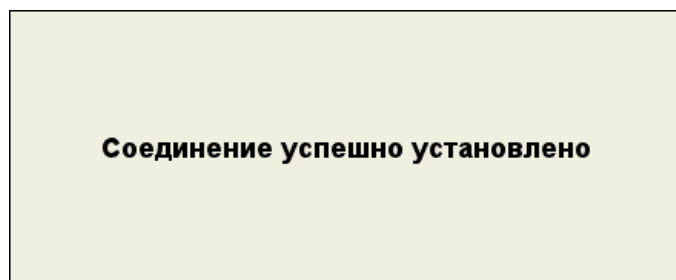

Рисунок 42
- для подтверждения пароля следует нажать . Откроется окно, подтверждающее сопряжение устройств (рисунок 42).